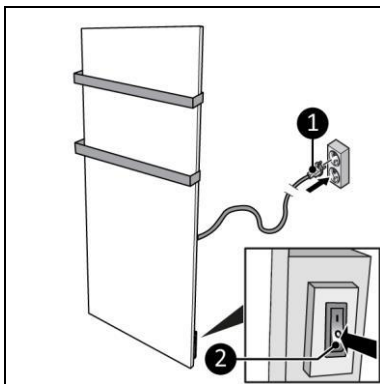

Figura 13
2. Asigurați-vă că comutatorul PORNIT / OPRIT (ON/OFF) este în poziția OPRIT(OFF) (Figura 13, poz. 2).
3. Introduceți ștecărul (Figura 13, poz. 1) într-o priză cu împământare ușor accesibilă. Utilizați o priză cu împământare cu o putere minimă de 800 Watt.
1. Asigurați-vă că comutatorul PORNIT / OPRIT (ON/OFF) este în poziția OPRIT(OFF) (Figura 13, poz. 2).
2. Scoateți ștecărul din priză (Figura 13).